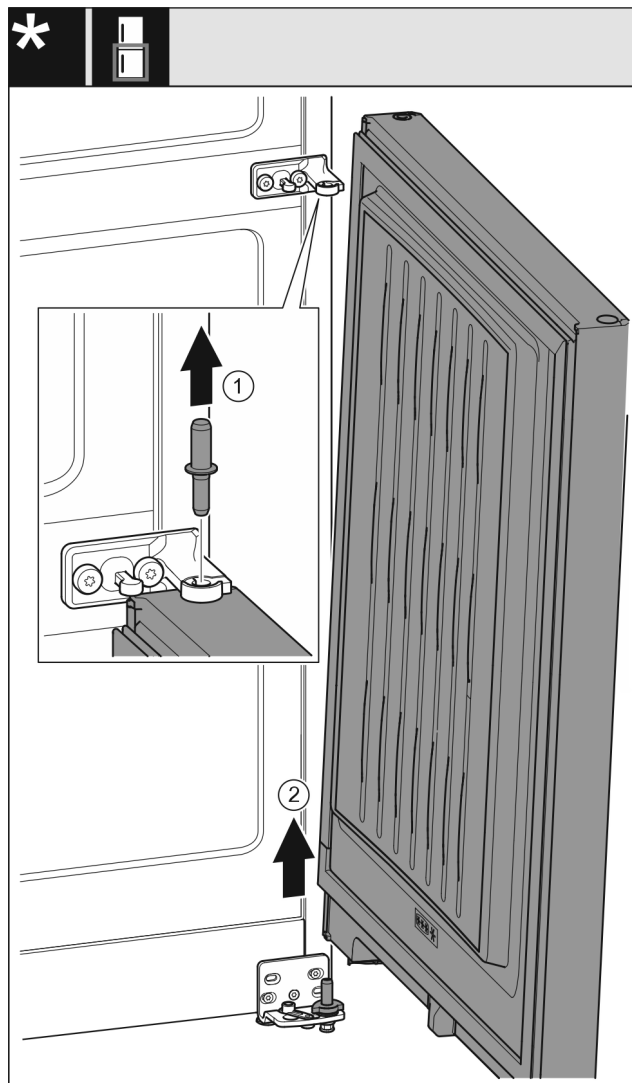

Fig. 9
- ▶ Estrarre il perno Fig. 9 (1) verso l'alto.
- ▶ Ruotare all'esterno la porta Fig. 9 (2), tirarla verso l'alto e disporla a lato.